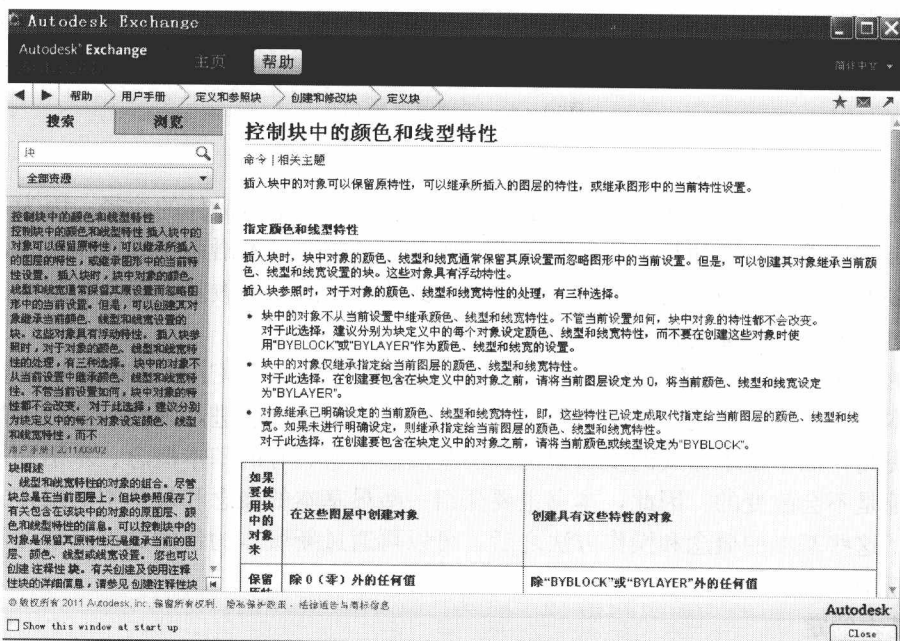

图 0-3 “索引”的界面
(1) 搜索。AutoCAD 帮助文件中搜索是按内容的“关键字”来查找的，它与成语词典中的索引非常相似，将每条成语的字头作为索引的排列顺序，这就为查找提供了方便。假设要查找“块”操作的相关内容，就以“块”为关键字。首先打开“帮助”窗口左侧的“索引”选项卡，在“键入要查找的关键字”文本框内输入“块”，按 Enter 键，就会得到与块相关的主题列表。双击“块”所在行，系统会弹出“已找到的主题”对话框。选择要了解的内容并单击“显示”按钮，“已找到的主题”对话框关闭，“帮助”窗口右侧会给出相应的内容。图 0-3 所示为选择了“块定义”对话框。